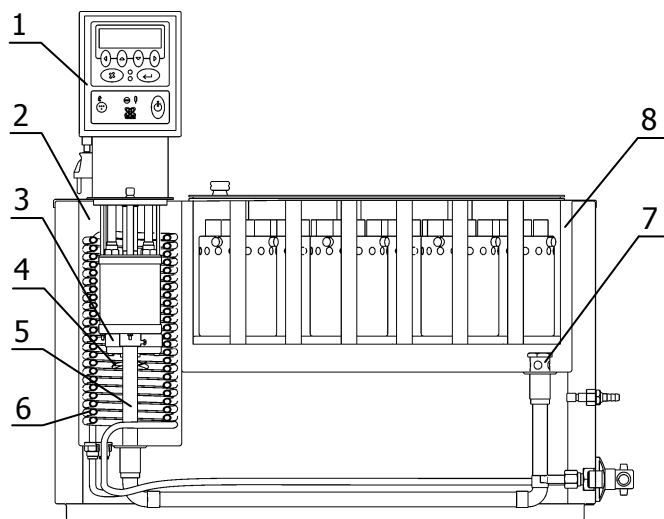

Рисунок 2 — Устройство термостата
1.4.5 Поддержание заданной температуры теплоносителя осуществляется электронным регулятором, расположенными в блоке регулирования температуры 1 (рисунок 2), при помощи датчика температуры и электрического нагревателя. Охлаждение теплоносителя происходит посредством теплообмена с окружающей средой и с охлаждающей жидкостью, пропускаемой через теплообменник 6, установленный в основной ванне 2.
1.4.6 Циркуляционный насос 3 блока регулирования температуры 1 забирает теплоноситель из основной ванны 2 и нагнетает его в резервуар с нагревателем и датчиком температуры. Теплоноситель в основной ванне перемешивается крыльчаткой 4. В резервуаре температура теплоносителя регулируется и, далее, через выходную трубку 5, и рассеиватель 7 поступает в рабочую ванну 8 (рисунок 2). Благодаря этому происходит постоянный теплообмен и поддержание заданной температуры. В рабочую ванну устанавливаются стаканы для размещения мер сопротивления.